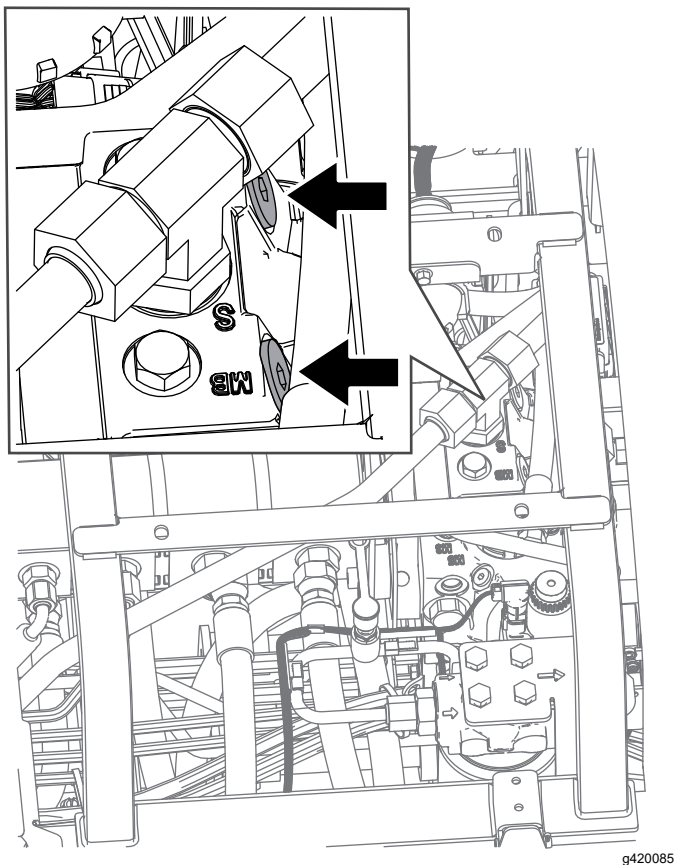

Figure 67
2. Localisez la vanne de dérivation sous le siège et au sommet de l'hydrostat (Figure 67).